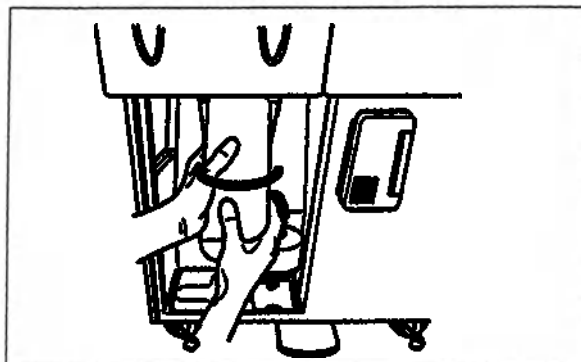

Рис. 4.15
4. Удерживая корпус водяного фильтра обеими руками, поверните его в направлении, показанном на рис. 4.15 для его извлечения.